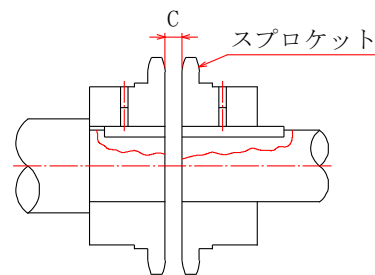

図 2. 偏角の測定
- (1) カップリングケース、チェーンを外します。この時、中のグリスが落ちますので下にウエス等を敷いておいてください。チェーンは、継手ピンの割りピンを外し、チェーンから抜けば外せます。
- (2) 送風機側と駆動機側のカップリング偏心(心ずれ)を図2に示すようにダイヤルゲージで測定します。この時、チェーンを巻き付け、継手ピンをいれ両側のカップリングを、とも回して測定します。(カップリングの軸に対しての同心、直角度の測定は検査済みですので必要ありません。) 心ずれが表1に示す許容値を超えていれば調整が必要です。この作業に必要な調整は、全て駆動機の移動によってする必要があります。理由は、送風機の軸と軸受が心出しされると、送風機側カップリングの位置は決定されてしまうことによります。偏心が許容値以下になるまで駆動機側をライナ(真鍮のシム)調整してください。なお、偏心は、ハブまわり 90° ごとの位置にて測定します。